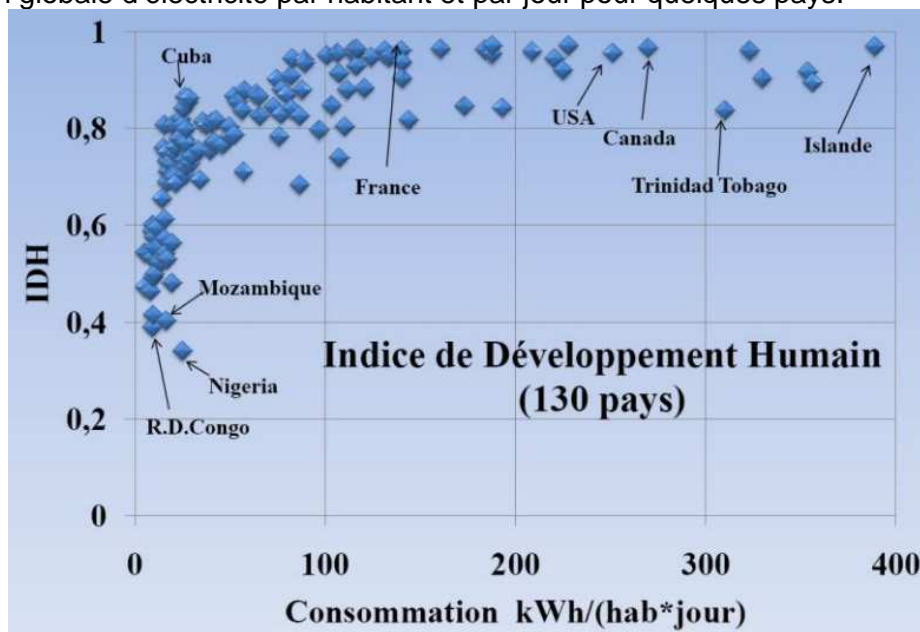

Figure 1
1.2. Interpréter la figure 1 en 10 lignes maximum.
La consommation d'énergie par habitant est liée au bien-être social d'un pays. Celui-ci peut être mesuré par l'« indice de développement humain » (IDH), indice basé sur des mesures de santé, de longévité, d'éducation et de niveau de vie. La figure 1 représente l'indice de développement humain en fonction de la consommation globale d'électricité par habitant et par jour pour quelques pays.